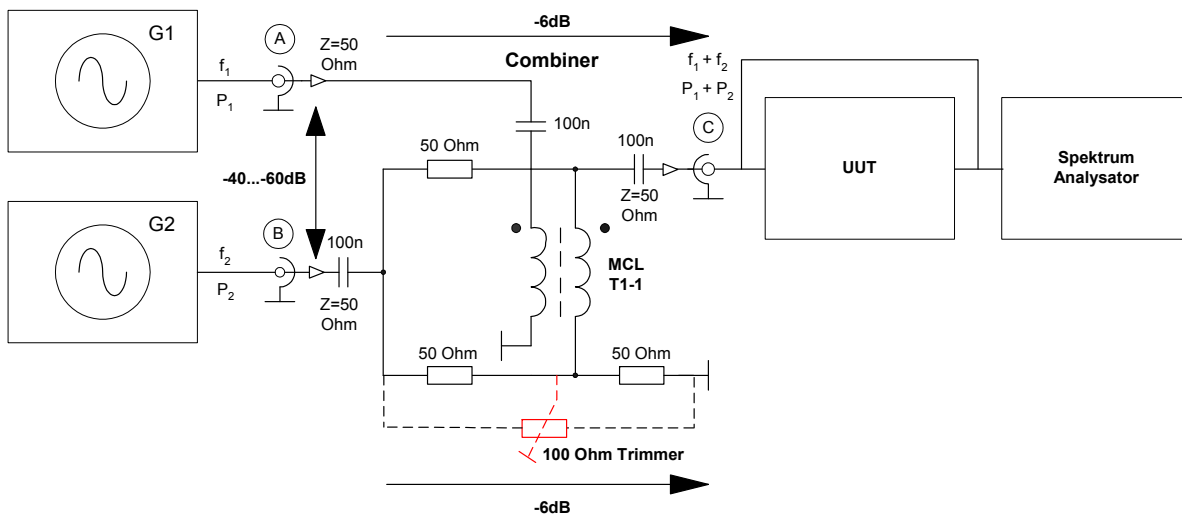

Bild 10: HF 2-Tongenerator mit Wheatstone-Brücke und optionalen Trimmer
Falls der ermittelte IMD3-Abstand eines 2-Tongenerators nur 90 oder 100dB beträgt, kann das verschiedene Gründe haben. Es wird oft darüber geschrieben, dass man beide Oszillatoren hermetisch voneinander abschirmen soll, damit sie sich gegenseitig nicht "sehen" können. Das ist zwar grundsätzlich nicht falsch, bringt aber meist keine Verbesserung der IMD3-Festigkeit. Nach meiner Erfahrung, liegt der Grund nicht an unzureichender Abschirmung, sondern an einer nicht ausreichenden dynamischen Entkopplung beider Generatoren. Das Herz eines 2-Ton Generators ist sein "Combiner" (**Bild 10**). Er hat die Aufgabe, beide Signale (A, B) mit geringer Dämpfung zu einem gemeinsamen Ausgang (C) zu leiten und gleichzeitig beide Signale möglichst stark voneinander zu entkoppeln. Diese Entkopplung in dB ist notwendig, damit sich beide Generatoren nicht gegenseitig modulieren und dadurch Intermodulation erzeugen.
Den typischen Aufbau eines Combiner in Form einer Wheatstone-Brücke zeigt **Bild 10**. Damit die Brücke mit optimaler Trennung arbeitet, müssen alle Ports mit genau 50 Ohm abgeschlossen sein. Zur Verbesserung der Anpassung, werden häufig 10dB-Dämpfungsglieder vor alle Ports geschaltet, mit dem Nachteil, so dass anschließend mit höheren Leistungen gearbeitet werden muß, was andere Probleme mit sich bringt. Trotz aller Maßnahmen, beträgt die Richtschärfe der Wheatstone-Brücke in der Praxis meist nicht mehr als 40...45dB.